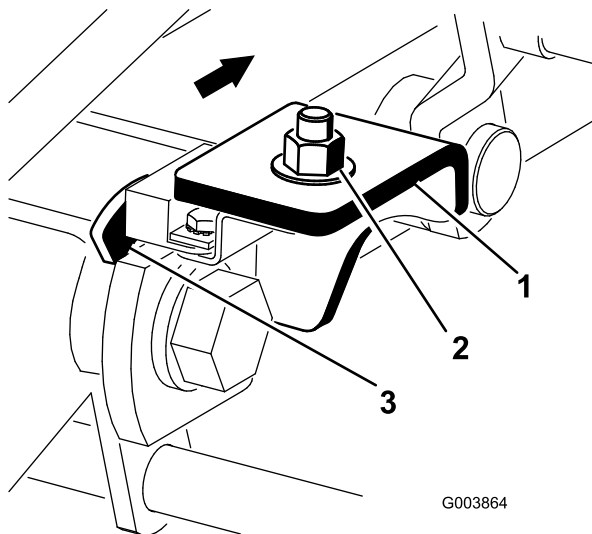

Figura 14
2. Afloje la tuerca del perno de cuello cuadrado que fija el soporte del interruptor del brazo de elevación al brazo de elevación N° 4 (delantero izquierdo) (Figura 14).